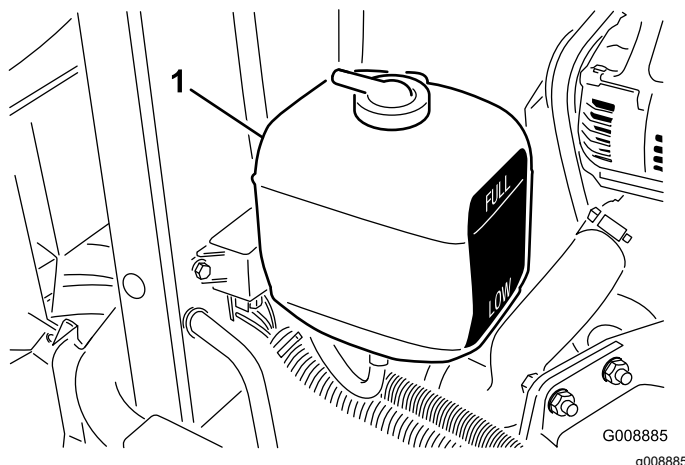

図 61
- 補助タンクの冷却水量を点検する(図 61)。エンジンが冷えた状態で、タンク側面についている本の線の間であれば適切である。